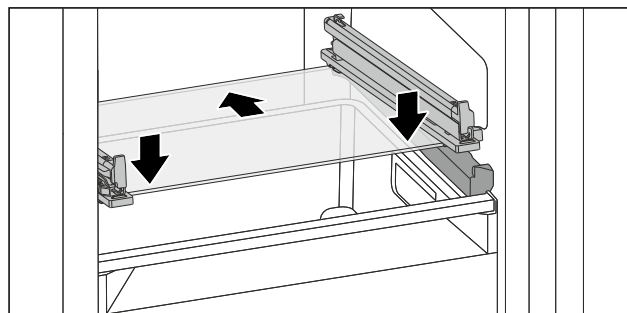

Fig. 140 Staklena ploča nagibne ladice
- ▶ Stavite ladicu ukoso iza zaustavljača. (pogledajte Fig. 140)